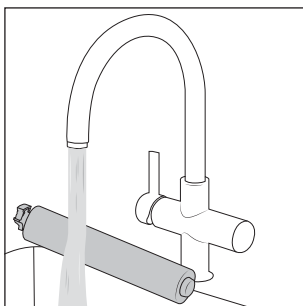

Rys. 33
- ◆ Chwyc osłonę przeciwbryzgową **7** na górze za krawędź do chwytania (**PULL**) i pociągnij ją do przodu, aby zdjąć ją z podstawy **3** (patrz rys. 33).